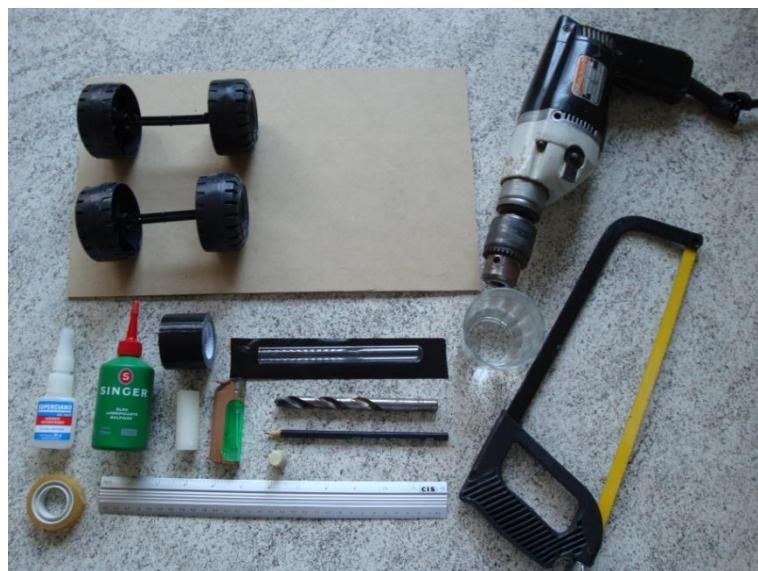

Figura 1. Materiais utilizados.
- 1) Separe todos os materiais a serem utilizados (figura 1)